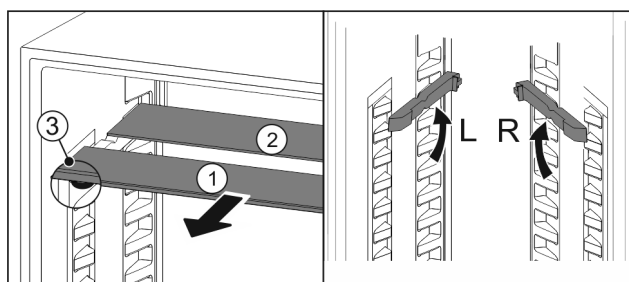

Fig. 23
- ▶ Skleněné desky jednotlivě vytáhněte dopředu Fig. 23 (1).
- ▷ Skleněná deska Fig. 23 (1) s ozdobnou lištou leží vpředu.
- ▷ Zarážky Fig. 23 (3) směřují dolů.